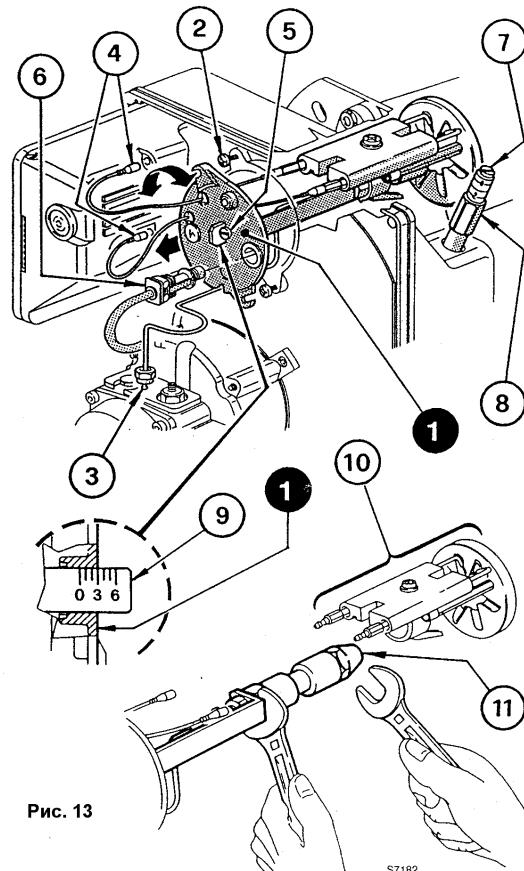

Рис. 13
- ослабить винты (2), открутить гайку (3), вынуть провода (4) и фоторезистор (6) и снять блок крепления форсунки (см. рис. 13),
- правильно ввернуть форсунку (11) с захватом, как показано на рис. 13.
#### 3 Регулировка головки (см. рис. 13 на стр. 6)
Регулировка обусловлена показателем расхода топлива на горелке и осуществляется вращением регулировочного винта (5) по часовой стрелке или против часовой стрелки, - необходимо совместить риску регулировочной линейки (9) с внешней плоскостью блока крепления форсунки (1) (см. рис. 13).
#### **4 Регулировка заслонки (см. рис. 13 на стр. 6)**